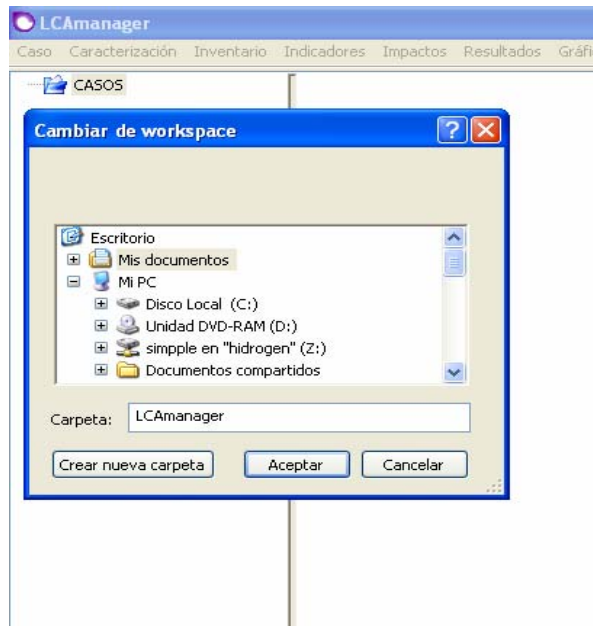

Figura 2.- Función "Cambiar de workspace"
- Cambiar de workspace: permite tener la carpeta de trabajo "LCManager", con sus carpetas "BD" y "CASOS", dónde el usuario desee, incluso en un servidor y compartirla entre distintos usuarios. También permite tener múltiples espacios de trabajo (p.ej. para distintos proyectos) e ir seleccionando aquél con el que se quiera trabajar en cada momento. No es un requisito que la carpeta de trabajo se llame siempre "LCManager", ésta puede adoptar cualquier nombre, aunque sí debe contener siempre las carpetas "BD" y "CASOS", no pudiéndose cambiar el nombre de estas carpetas. Esta función permite crear un nuevo workspace o seleccionar un workspace ya existente (véase **Figura 2**).